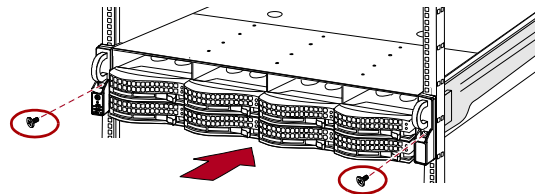

Figura 10. Fissaggio dell'array di espansione al rack
- Utilizzando le **due viti** fornite, fissare le flange dell'array di espansione al rack (Figura 10).